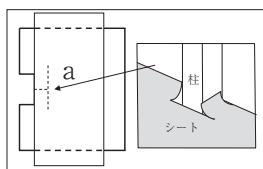

図1
- ①壁と平行にシートを置き、巾定規をあてて平行性を確認します。壁とシートの隙間は、巾定規よりも狭くします。出柱など巾定規より長い障害物がある場合は右図 a のように切り筋を入れ、柱にかぶせるようにシートを奥へと差し込みます。(図1)